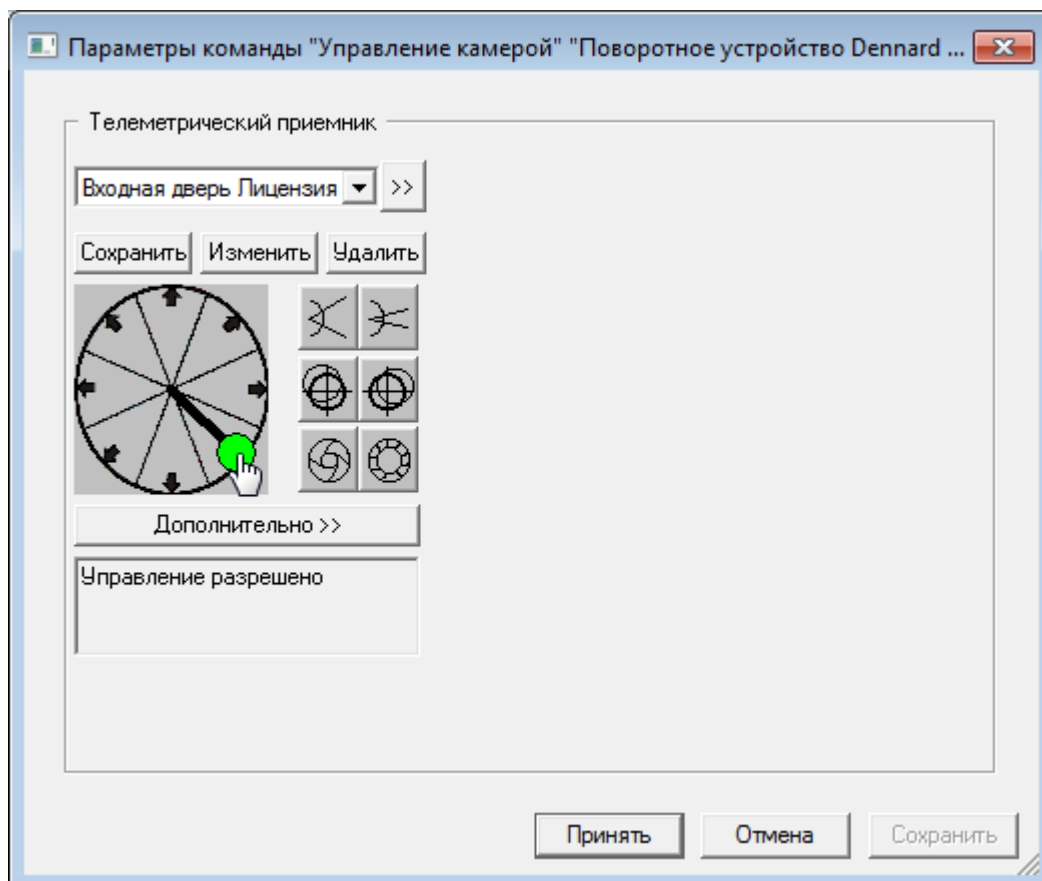

Рисунок 16 — Джойстик
- **Поворот камеры:** Для поворота камеры переведите указатель мыши на кнопку джойстика (зеленый круг в центре), нажмите левую кнопку и не отпуская переместите его в нужном направлении до тех пор, пока камера не повернется в нужную позицию (рисунок 16).